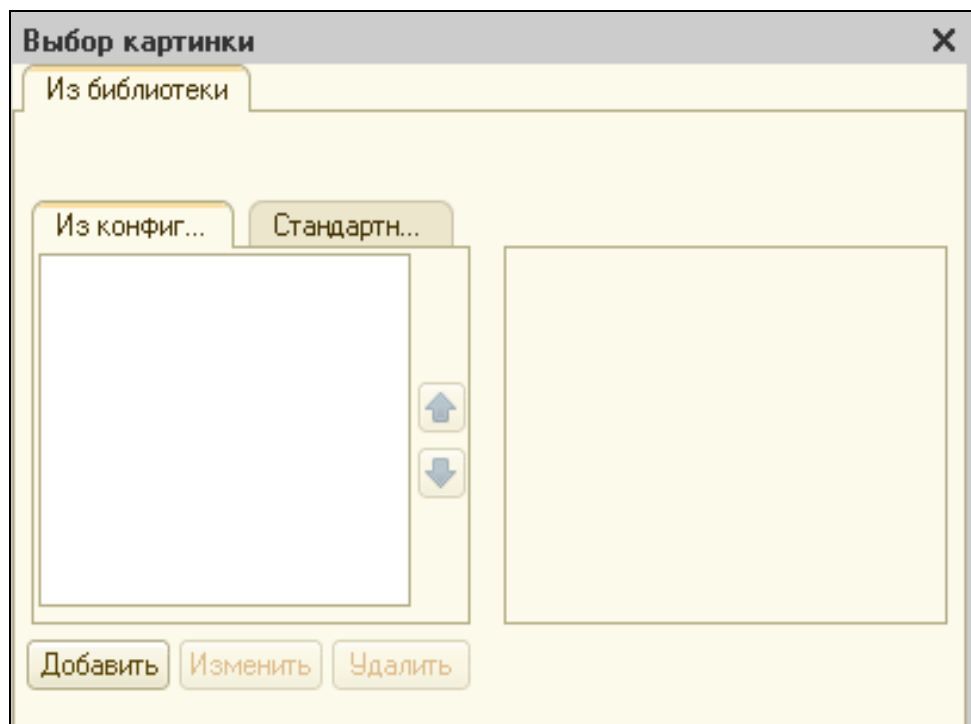

Рисунок 10.2 Окно выбора картинок
2. Нажать на кнопку выбора картинок. В окне выбора картинок сделать активной закладку Из конфигурации, нажать на кнопку добавить (рис.10.2).